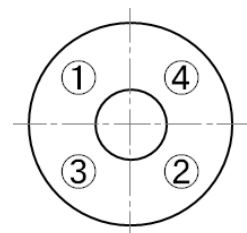

図 4-1. フランジへの接続
- ① 本製品の防塵カバーを取り外し、流路内の異物を取り除く。
- ② 配管内を清掃し、異物を取り除く。
- ③ 配管接続部、およびガスケットにキズや異物の付着が無いことを確認する。
- ④ ガスケットとストレーナーを装着し、本製品を配管に仮止めする。
- ⑤ ボルト、ナットを締める。
- ・ フランジへの接続では、対向するボルト、ナットを手で締め、その後、複数回に分けて工具で締め込んでください（参考：図 4-1）。